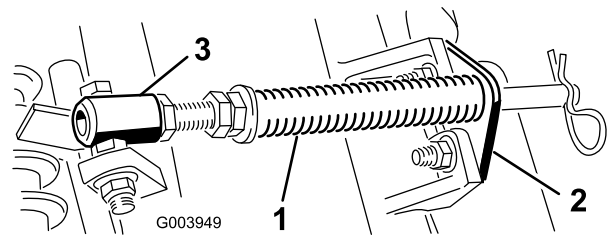

图 4
1. 拆下把杆支架固定到滚刀组凸耳上的 2 个车身螺栓和螺母图 4。
2. 拆下将弹簧套管栓固定到承载架凸耳 (图 4) 上的凸缘螺母拆下组件。
注意 将螺栓头朝向凸耳外侧如图 4 所示。